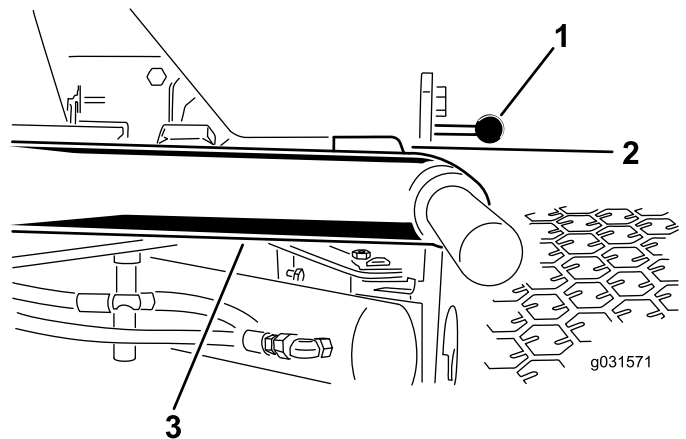

Figura 10
1. Arranque el motor, eleve las unidades de corte y compruebe que la holgura entre cada brazo de elevación y el soporte de la chapa de suelo es de 5 a 8 mm, tal y como se muestra en la Figura 10.